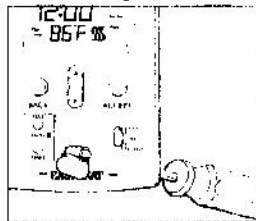

Fig. 3
2. Pop out the Screw Cover by gently pushing from behind with the enclosed screwdriver, see Figure 3.
2. A l'aide du tournevis fourni, soulever le couvercle vis en poussant délicatement par l'arrière (voir la figure 3).